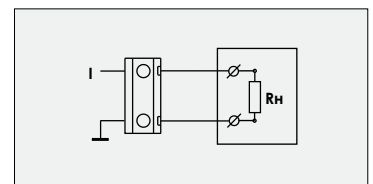

рис. 6
- ❖ **регулируемый генератор тока 4...20, 0...20, 0...5 мА**, (код - АВ, рис. 6). Могут непосредственно управлять исполнительными устройствами средней и большой мощности со стандартными входами 4...20 мА (частотные преобразователи, приводы заслонок, задвижек, клапанов и т.д.).